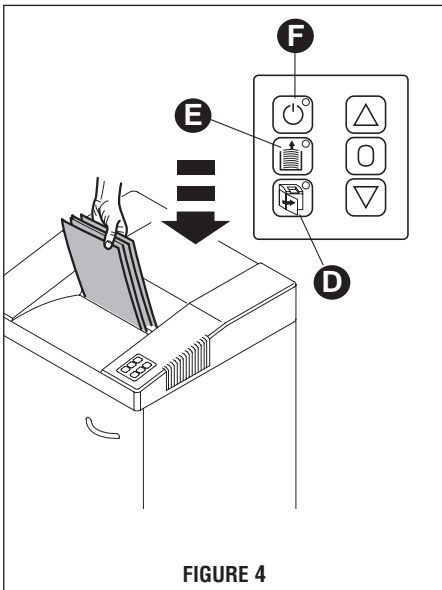

FIGURE 4
**FIGURE 4.** Pour éviter que les coupures ne remontent jusqu'aux couteaux et ainsi bloquer l'appareil, cet appareil a une fonction d'arrêt automatique lorsque le contenant est plein. À ce moment, l'appareil s'arrête automatiquement et le voyant de Contenant de déchiquetage plein (E) s'allume. Vous pouvez maintenant compacter les coupures et continuer le déchiquetage ou vider le contenant.